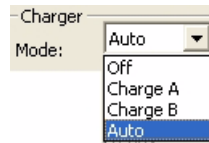

Рисунок 2-6. Charger-Mode
6. В раскрывающемся списке **Mode** поля **Charger** можно задать режим зарядки батарей (Рисунок 2-6):